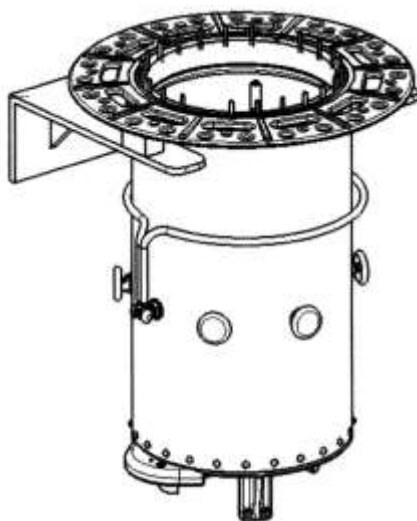

Рис.26.
2. Хорошо закрепите механизм переключения через отверстия в опорном фланце. При необходимости временно подложите подкладки между кронштейном и опорным фланцем. Отрегулируйте монтажное положение механизма переключения для окончательной установки. Перед опусканием колокола подкладки следует удалить (Рис.26).